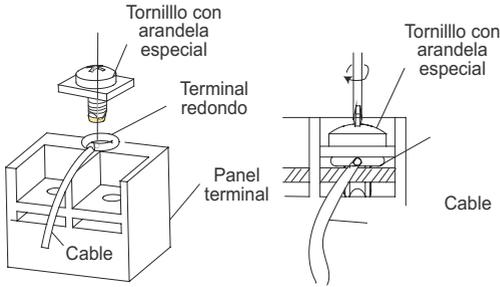

Fig.40
4. Coloque el cable terminal redondo y sustituya y apriete el tornillo terminal con un destornillador (Fig. 40).